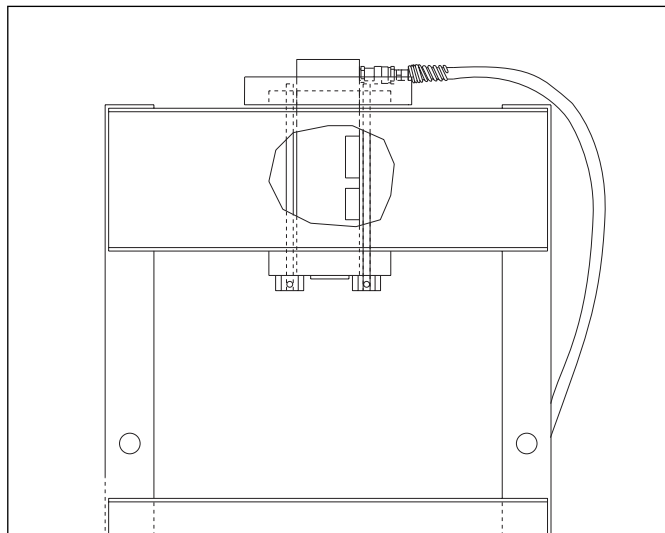

Figure 2. Hydraulic Connections for Single-Acting Cylinders
4.1 Einfach wirkende Zylinder (siehe Abbildung 2)